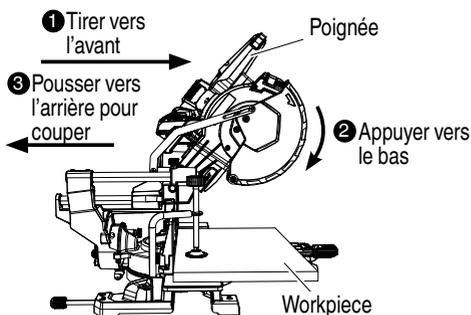

Fig. 32
Puis enfoncer la poignée et faire glisser la lame de scie en arrière pour couper la pièce comme indiqué à la Fig. 32. Cela facilitera la coupe des pièces d'une hauteur allant jusqu'à 3-1/2" (89 mm) et d'une largeur allant jusqu'à 11-1/2" (292 mm).
- Lors d'une coupe avec chariot, procéder comme indiqué à la Fig. 32.